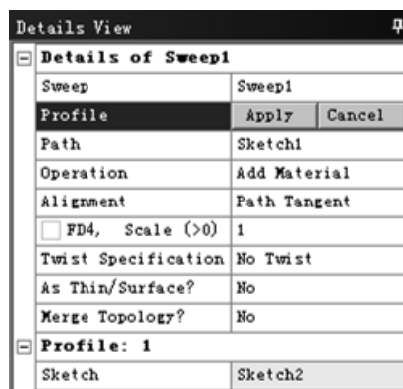

图 3.3.46 “Details View” 对话框
- 步骤 02** 选择命令。选择   Sweep 命令，弹出图 3.3.46 所示的 “Details View” 对话框。